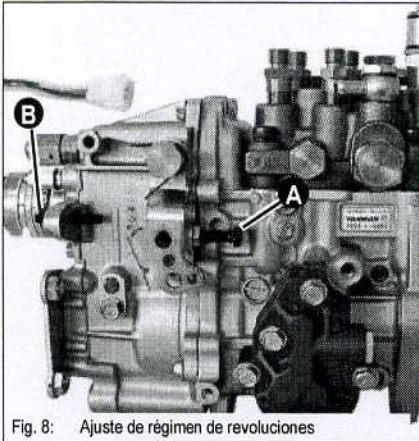

Fig. 8: Ajuste de régimen de revoluciones
- ☞ Girar el motor del cigüeñal en sentido de las agujas del reloj (visto desde el refrigerador de agua) hasta el punto muerto superior (OT) del primer cilindro y controle si las dos levas miran arriba hacia la izquierda y la derecha
- ☞ Desatomillar el tubo de inyección del primer cilindro y sustituir por el tubo de goteo (Fig.8) (colocar debajo un recipiente colector)
- ☞ En caso de divergencia ajustar conforme a Fig. 8.